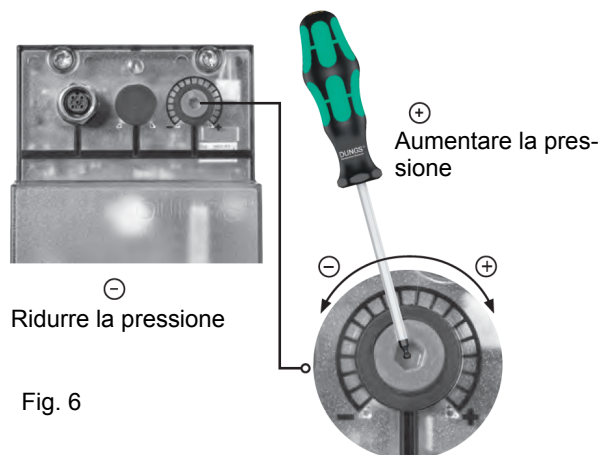

Fig. 6
**ATTENZIONE:** Per impostare la pressione in uscita del regolatore VD-R, agire sull'apposita ghiera di regolazione (Fig. 6)